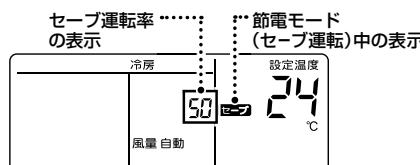

図3:節電モード(セーブ運転)中の画面
- セーブ運転率の設定後は、節電モード（セーブ運転）中画面が表示されます。（図3）